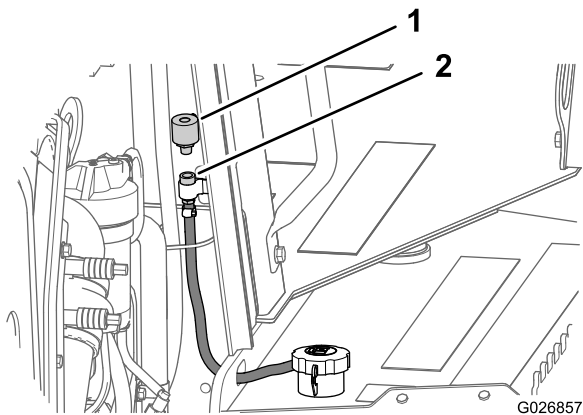

Рисунок 78
2. На передней стороне панели моторного отсека снимите сапун с трубной муфты, вращая сапун против часовой стрелки (Рисунок 78).
3. Установите новый сапун в трубную муфту и затяните его от руки (Рисунок 78).